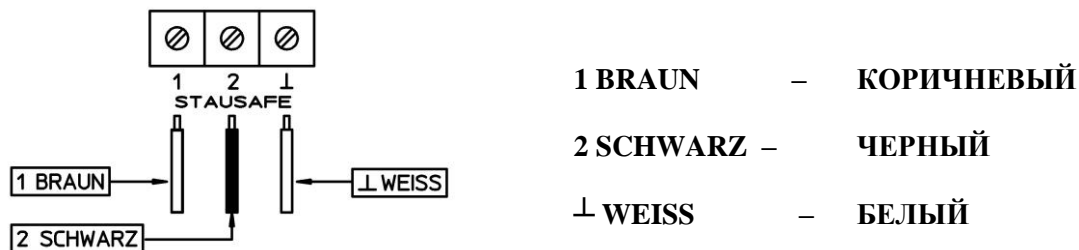

Рис. 1. Схема подключения управляющего кабеля.
9.4. Завести удлиненный кабель в электронный блок через кабельный ввод и подключить его к клеммной колодке согласно Рис. 1.